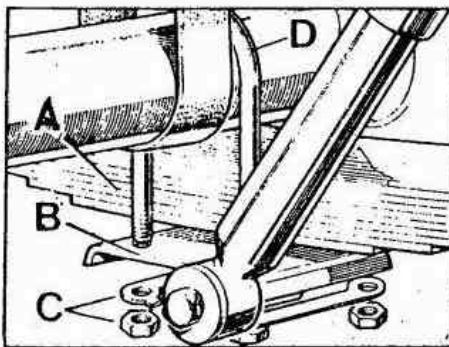

Fig. E -60 Bridas de ballesta (Modelo 88'')
1.06. Soltar amortiguador de su amarre al cárter eje, E (Fig. E -60 bis). Solo - modelo 109''.
Fig. E -60 bis Bridas de ballestas (Modelo 109'')
2.04. Instalar la placa de asiento, B (Fig. E -60), las bridas de ballestas y placas fiador.
- 2.07. Montar amortiguadores sobre el cárter eje, fijándoles con sus elementos, E (Fig. E -60 bis). Solo en modelo 109".